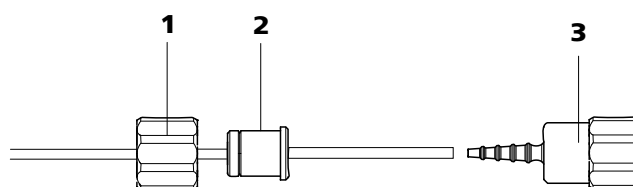

Figure 11 Installer une connexion pour tuyau de pompe sans filtre
- **Cas B:** une connexion pour tuyau de pompe **sans filtre** 6.2744.160 (voir Figure 11, page 17).